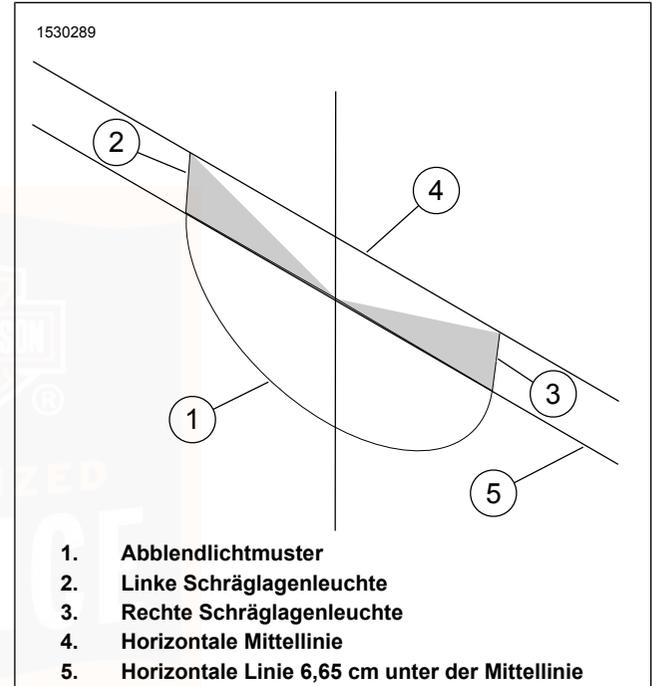

Abbildung 83. Schräglagenbeleuchtungsmuster
Siehe Abbildung 83. Wenn die Schräglagenleuchten nicht wie dargestellt ausgerichtet sind, ist eine Anpassung erforderlich.
2. Siehe Abbildung 83. Vertikale Einstellung.